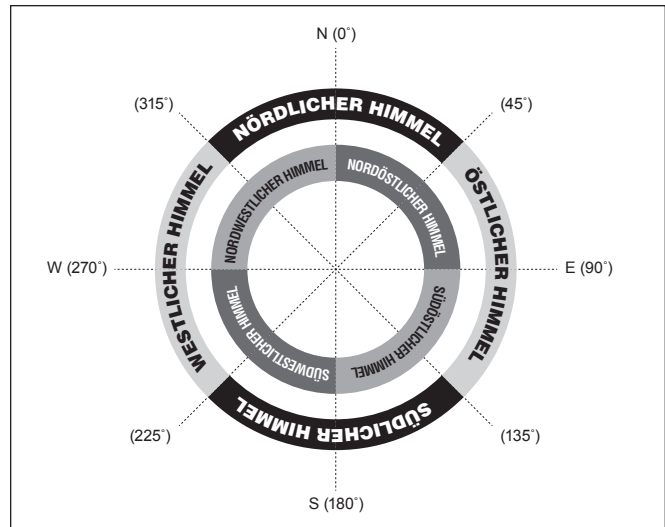

Abbildung 13. Ausrichtung der Himmelsregionen bei der Ausrichtungsmethode „Hellster Stern“.
2. Die Handsteuerung fordert Sie mit „Select Region (Region auswählen)“ auf, eine Himmelsregion festzulegen. Finden Sie anhand von **Abbildung 13** die Region, auf der Sie den entsprechend hellsten Stern am Himmel sehen. Es stehen acht sich überschneidende Regionen zur Auswahl, die jeweils einen Azimut-Bereich von 90 Grad abdecken. Die gewählte Richtung hat nur Einfluss auf die Auswahl des Ausrichtungsterns. Sobald die Ausrichtung abgeschlossen ist, können Sie weiterhin Objekte aus allen Himmelsregionen zur Beobachtung auswählen. Die Verwendung des mitgelieferten Kompass kann bei diesem Prozess hilfreich sein. Der rote Teil der Zeigers zeigt nach Norden, also müssen Sie den Kompass so orientieren daß die „N“ (0 Grad) direkt unter der roten Spitze ist.